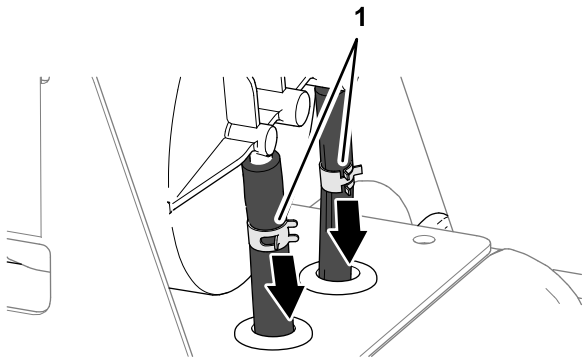

Bild 84
3. Lösen Sie die beiden Schlauchklemmen, mit denen die Schläuche an den Anschlüssen des Aktivkohlefilters befestigt sind (**Bild 84**).